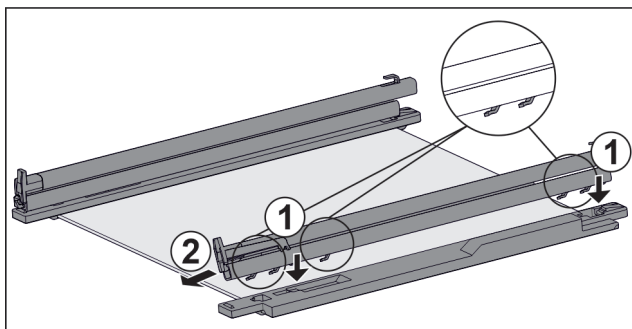

Fig. 110 Steklena plošča z vodili in držalnimi deli
- ▶ Kavelj vodila namestite na odprtine **levega** držalnega dela. Fig. 110 (1)
- ▶ Vodilo potisnite proti sprednji strani. Fig. 110 (2)
- ▶ Kavelj vodila namestite na odprtine **desnega** držalnega dela. Fig. 110 (1)